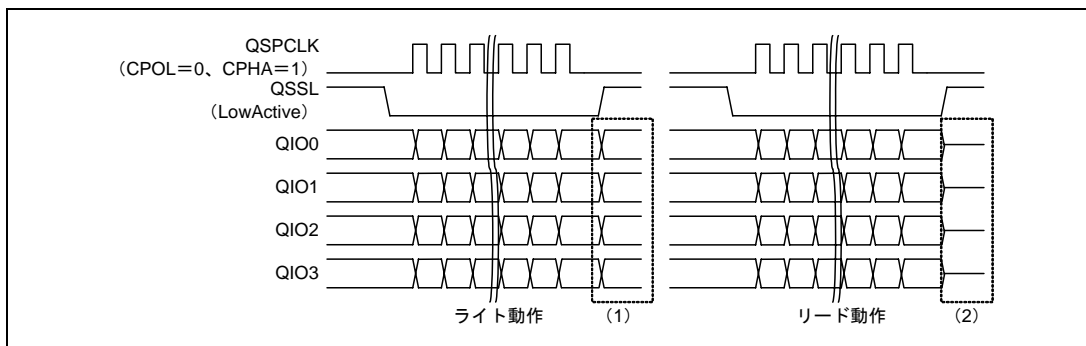

図 40.16 Dual/Quad-SPI モード転送終了後の端子状態 (Quad-SPI の例)
Dual/Quad-SPI モードでのアイドル時の QIO 端子制御はライト後とリード後で異なります。ライト後はレジスタ設定により最終出力データか固定値を出力します。リード後は QIO 端子を Hi-Z にします。Quad-SPI モードを例としたアクセス終了後の端子状態を図 40.16 に示します。図中 (1)、(2) について以下に説明します。